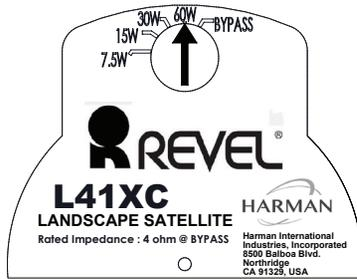

Figure 23
4. Utilisez un tournevis plat pour mettre la sortie du transformateur sur le niveau de puissance souhaité comme représenté dans la figure 23.